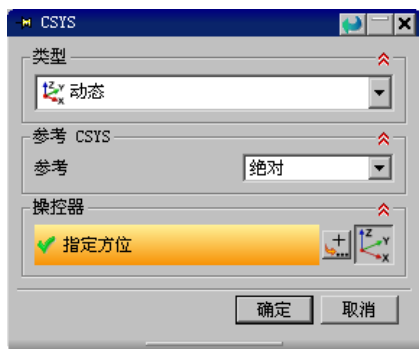
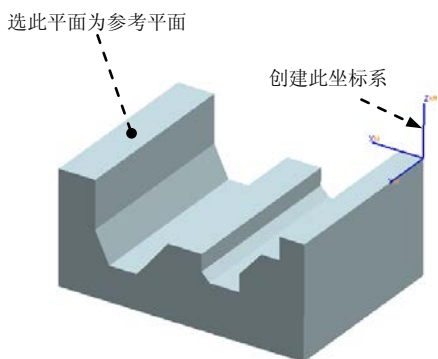

图 4.3.4 “CSYS”对话框
图 4.3.5 机床坐标系
Step3. 单击图 4.3.4 所示“CSYS”对话框 **操控器** 区域中的“点对话框”按钮 ，系统弹出“点”对话框，在“点”对话框的 **XC** 文本框中输入值 -80.0，在 **YC** 文本框中输入值 -60.0，在 **ZC** 文本框中输入值 73.0，单击 **确定** 按钮，此时系统返回至“CSYS”对话框，单击 **确定** 按钮，完成图 4.3.5 所示机床坐标系的创建，系统返回到“Mill Orient”对话框。
Step2. 选取图 4.3.5 所示的模型表面为参考平面，在 **偏置** 文本框中输入值 10.0，单击 **确定** 按钮，再单击“Mill Orient”对话框中的 **确定** 按钮，完成安全平面的创建。